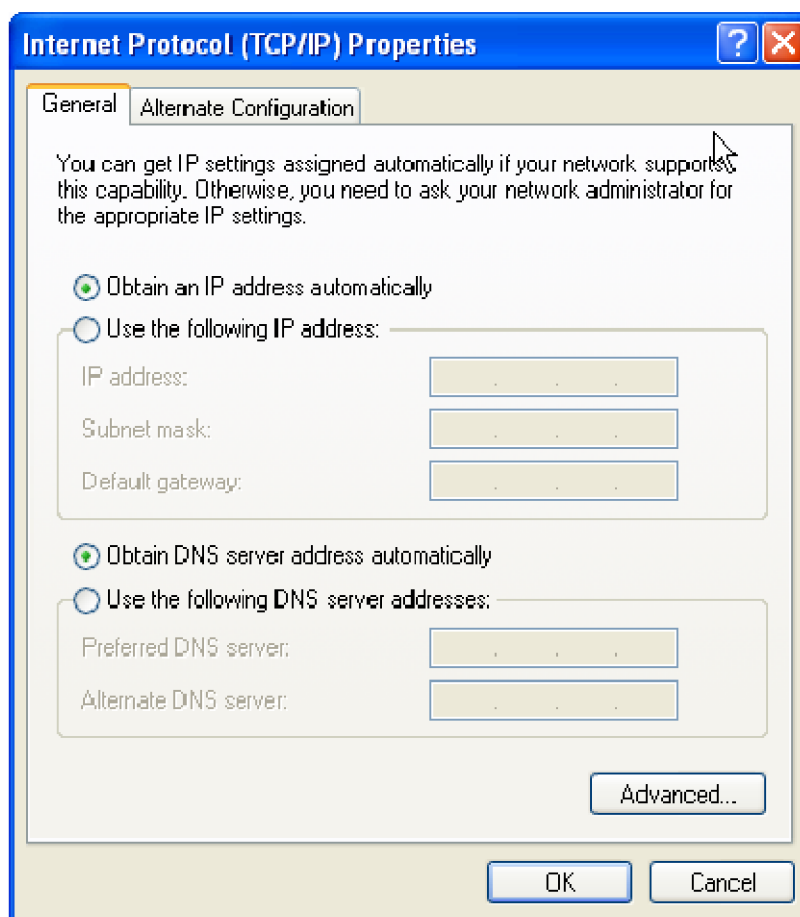

図 14: IP Properties ダイアログ・ボックス
7. リストを下にスクロールして Internet Protocol (TCP/IP) を選択し、Properties をクリックします。Internet Protocol (TCP/IP) Properties ダイアログ・ボックスが表示されます。(図 14 参照)。